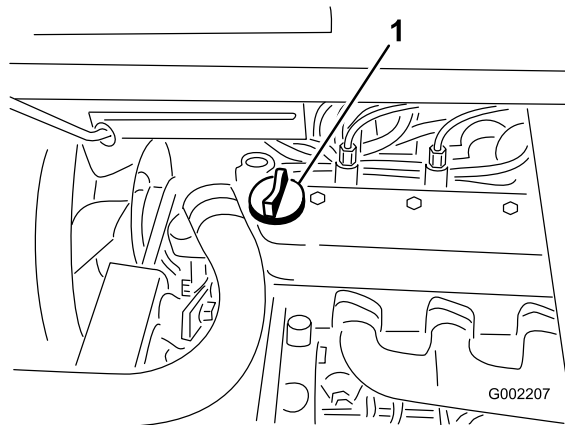

图41
3. 如果机油油位较低、请从气门室盖 (图41) 上拆下加油颈盖、从开口处注入机油、直至油位达到量油尺上的“已满”标记参阅“机油维护”小节、了解适合的机油类型和粘度。在此过程中应缓慢添加机油并不时检查油位。切勿过量添加。